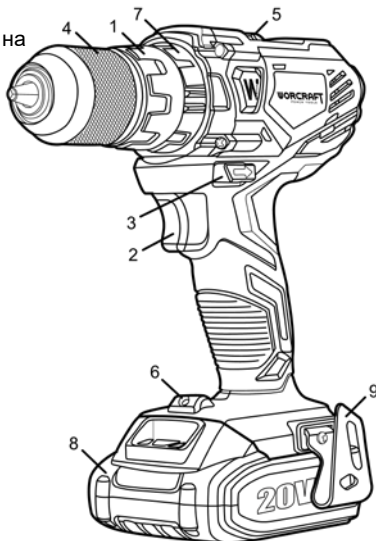

Рисунок 1
4.6.1 Для режиму закручування (викручування) кільце вибору режимів (7, рисунок 1) встановіть на значок «гвинт» та виберіть значення крутного моменту, сумістивши обране число на кільці регулятора крутного моменту (1, рисунок 1) зі стрілкою на корпусі.
4.6.2 При виконанні технологічної операції «свердління» кільце вибору режимів (7, рисунок 1) переведіть у положення зі значком «свердло».
4.6.3 При виконанні робіт з буріння пористого бетону кільце вибору режимів (7, рисунок 1) переведіть у положення зі значком «молоток».